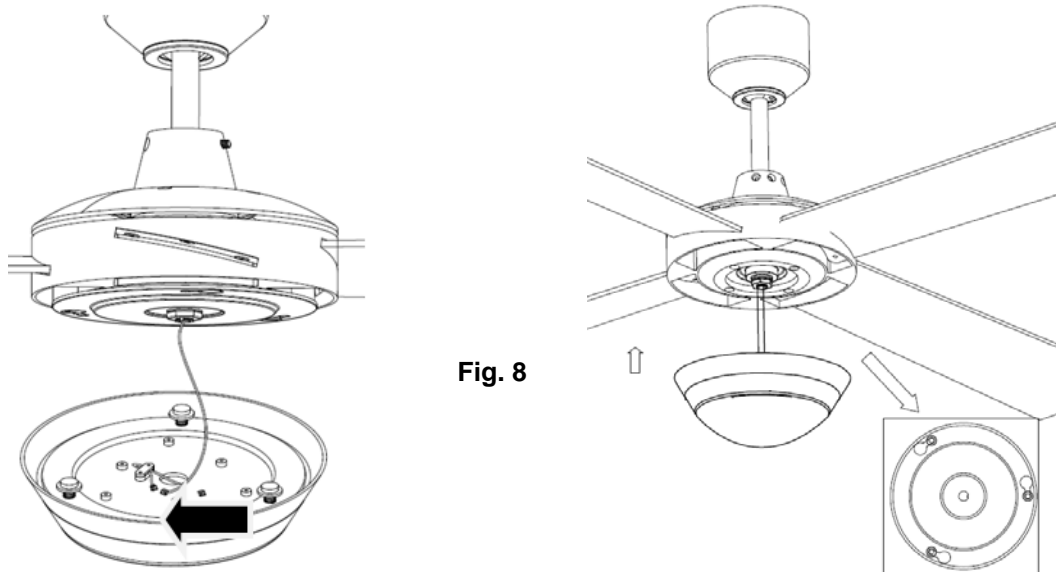

Fig. 8
6. Plaats de LED-verlichtingsset omhoog in de lampvoet en sluit de LED-bedrading aan op de LED-verlichtingsset via de snelkoppelingen. Plaats vervolgens de behuizingsbevestigingsschroeven in de brede uiteinden van de gaten en draai de behuizing van de LED-verlichtingsset met de klok mee, tot de schroeven zich in de smalle uiteinden van de gaten bevinden. **Fig.8**